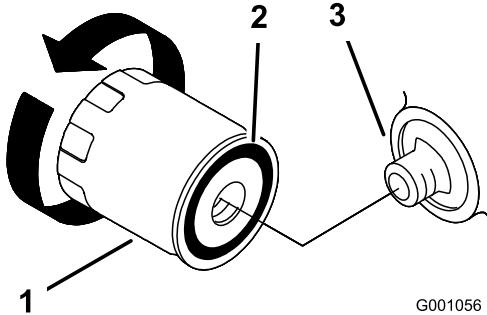

Bild 26
2. Entfernen Sie den Altfilter und wischen die Dichtfläche am Anbaustutzen (Bild 26) ab.
3. Ölen Sie die Gummidichtung am Ersatzfilter leicht mit Frischöl ein (Bild 26).
4. Montieren Sie den ErsatzölfILTER am Filterstutzen. Drehen Sie den Ölfilter nach rechts, bis die Gummidichtung den Filterstutzen berührt. Ziehen Sie den Filter dann um eine weitere 2/3 oder ganze Drehung fest (Bild 26).